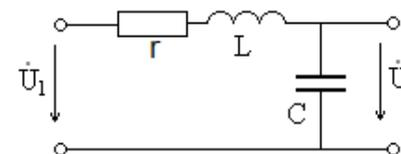

Рис. 25
1. В программе MicroCAP исследуйте частотные характеристики последовательного колебательного контура, показанного на рис. 25 при $r = 20 + 10 \cdot \sin(N + G)$ Ом, $L = 2 + \cos(N + G)$ мГн и $C = 1 + 0,2 \cdot \sin(N + G)$ нФ (аргументы тригонометрических функций – в радианах).
Приведите графики АЧХ, максимум АЧХ в цепи рис. 25а и минимум АЧХ в цепи рис. 25б, **умноженные на 10000**, введите в АККОС, **тема 28, ответы 1 и 2 соответственно**.